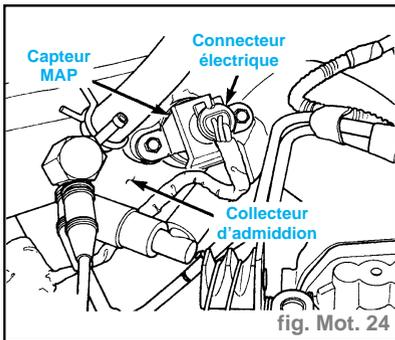

fig. Mot. 24
- vérifier que le connecteur électrique du capteur de pression absolue au collecteur (MAP) est fixé au capteur et n'est pas endommagé (fig. Mot. 24),